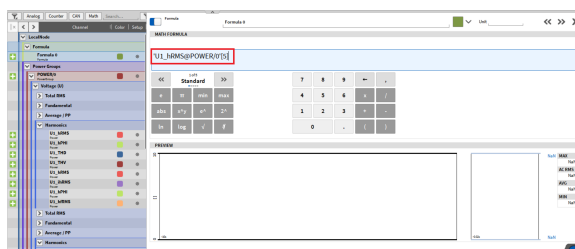

Abb. 7.69: Grundlegende mathematische Operationen für Arrays
- Grundlegende mathematische Operationen für Arrays mit gleichen Dimensionen unterstützt (siehe ① in Abb. 7.69): + - * /
- Operationen (+ - * /) mit Arrays und Konstanten (siehe ② in Abb. 7.69)